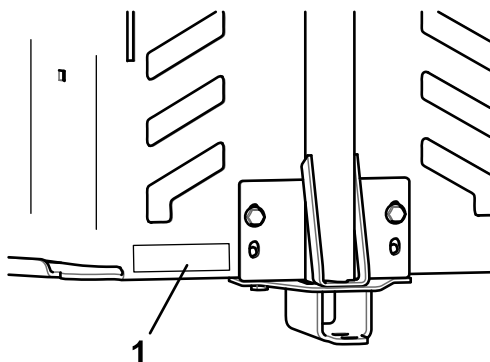

Figure 9
- Apposez l'autocollant de la barre d'attelage à 1,3 cm (0,5 po) à gauche du dispositif de montage d'accessoire (Figure 9).